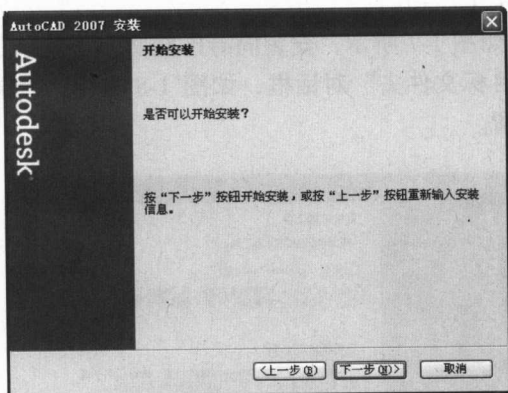

图 1-10 “开始安装”对话框
(9) 弹出的“开始安装”对话框如图 1-10 所示。该对话框起到确认的作用。如果用户对之前的设置不满意,可通过单击【上一步】按钮返回到先前的状态重新设置。确认无误后单击【下一步】按钮即可真正开始安装。安装过程将自动生成一个安装脚本,之后将看到“安装进度条”。